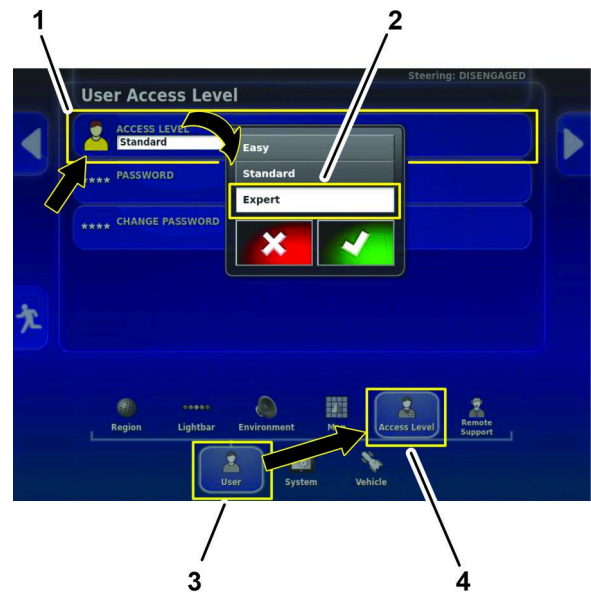

Figure 160
1. Sur l'écran de réglage, appuyez sur l'icône USER (utilisateur) puis sur l'icône ACCESS LEVEL (niveau d'accès) (Figure 160).
2. Sur l'écran d'accès utilisateur, appuyez sur l'icône ACCESS LEVEL (niveau d'accès) (Figure 160).
3. Dans la boîte de dialogue, appuyez sur l'icône EXPERT, puis sur l'icône de confirmation (Figure 160).